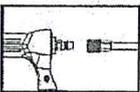

Fig.2
2. Conecte la manguera. (Véase Fig.2)